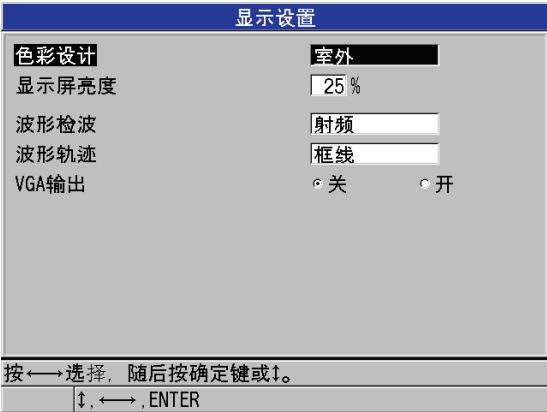

图 4-3 显示设置屏幕
2. 在**显示设置**屏幕中 (参见第 42 页的图 4-3), 为以下参数选择想要的参数和数值: